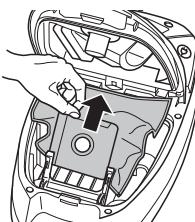

Abb. 19
3. Ziehen Sie den Staubfilterbeutel nach oben aus dem Staubbeutelhalter heraus (Abb. 19).